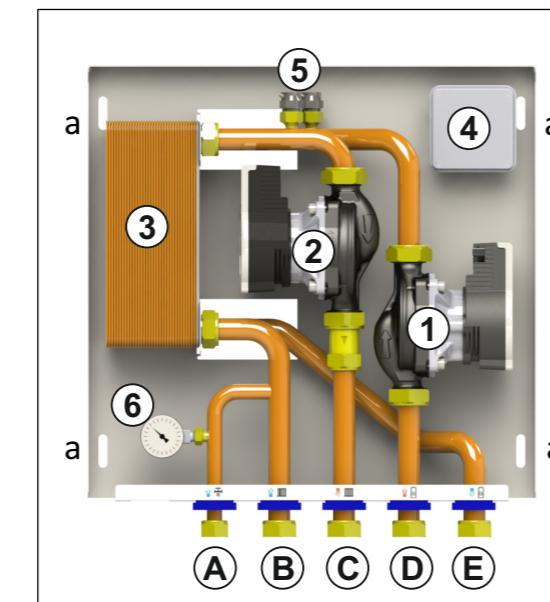

Fig. 2
NOTA: È necessario eliminare l'aria presente all'interno dei circuiti termoprodotto e caldaia attraverso le apposite valvole di sfogo (vedi fig.2).
Tutte le apparecchiature sono contenute in un involucro di lamiera estremamente compatto dotato di coperchio verniciato. I moduli HB30R e HB30RM sono composti da (Fig.2):
- fissare il modulo a parete mediante i tasselli ad espansione per parete da Ø 6 mm attraverso le asole (a) (Fig. 2)
Collegamento idraulico (Fig. 2)